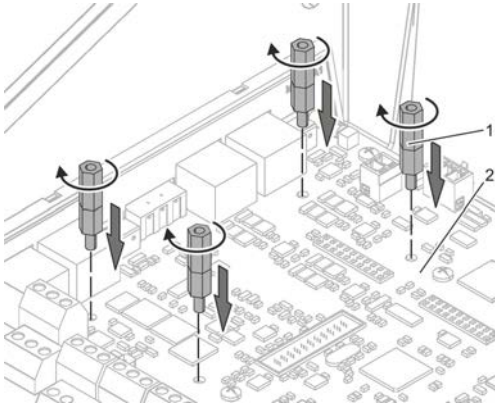

Fig. 7: Espaceurs
2. ▶ Vissez les quatre espaceurs (Voir la Fig. 7/1) dans les ouvertures correspondantes sur le circuit imprimé principal du TCU3 ou du TAM (Voir la Fig. 7/2) et serrez-les (à la main).